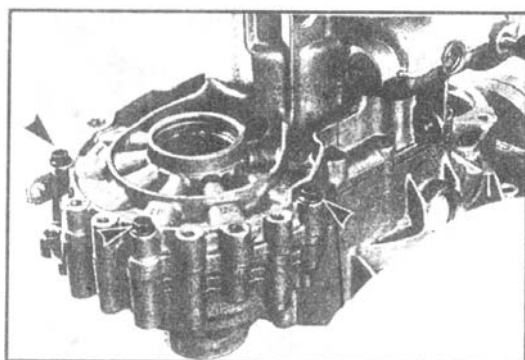

图 4-69 调整输出轴 (七)
③不放任何调节垫片, 将差速器总成放入, 将变速器壳体安装到离合器壳体上, 旋入连接螺栓, 并用 $25\text{N} \cdot \text{m}$ 的力矩交替拧紧, 如图 4-69 所示。